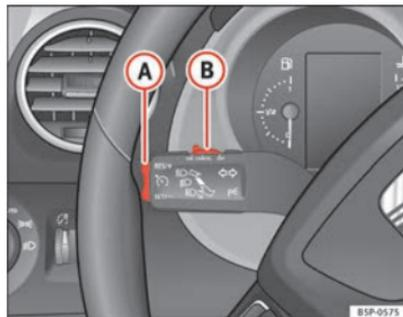

Fig. 147 Levier des clignotants et des feux de route : commutateur et touche basculante pour régulateur de vitesse
- Déplacez la commande ⇒ fig. 147 **B** vers la gauche pour la régler sur **ON**.